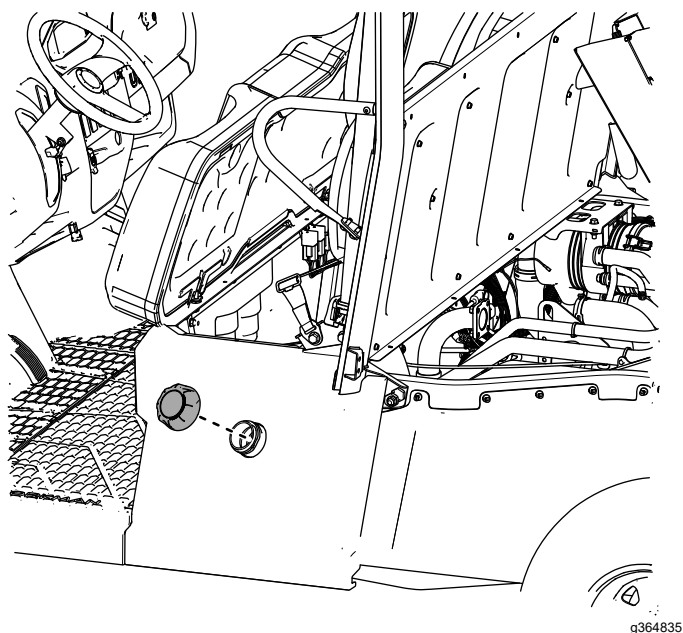

図 29
24. 左側シートベースパネルに燃料タンクキャップを取り付ける 図 29。